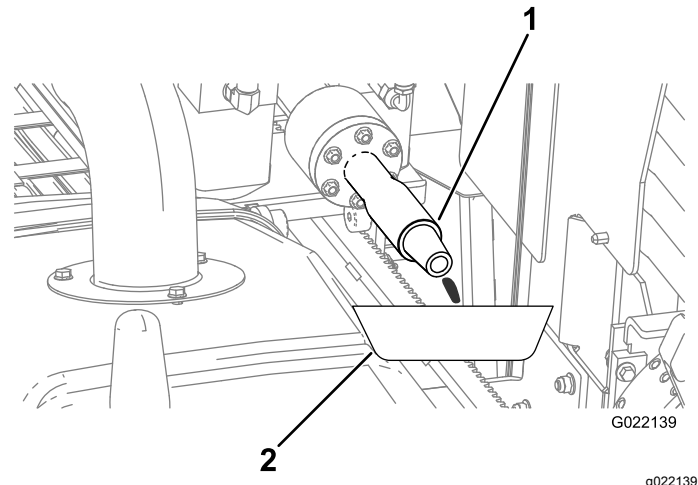

Figure 127
- A. Placez un bac de vidange sous l'arbre de forage pour récupérer les fuites d'antigel (Figure 127).
E. Lorsque l'antigel s'écoule par l'arbre de forage (Figure 127), arrêtez la pompe.